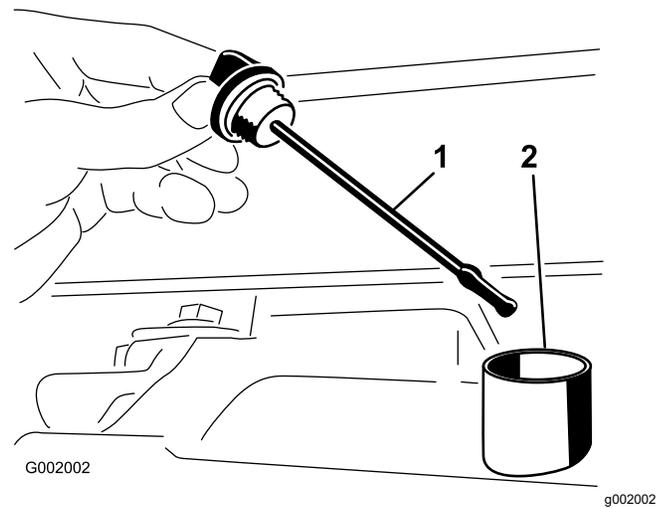

Figura 55
2. Retire la varilla del transeje y límpiela con un trapo limpio (Figura 55).